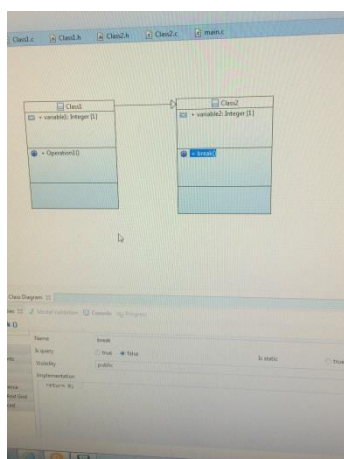
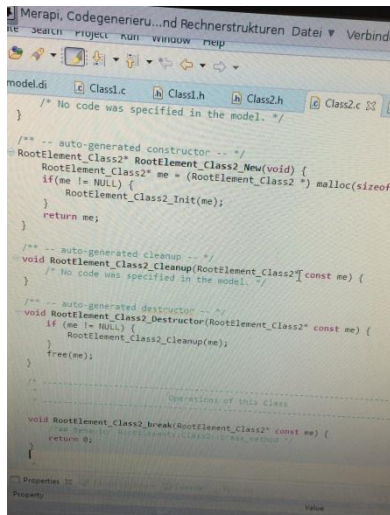

Abbildung 21: Class2\_break
Abbildung 22: Class2.c
- ➔ Code schreibt man unter Implementation beim Class diagram und taucht automatisch in der entsprechenden c-Datei. Zum Beispiel die Methode break von Class2. Illustration davon sieht man auf den Abbildung 21 und Abbildung 22: